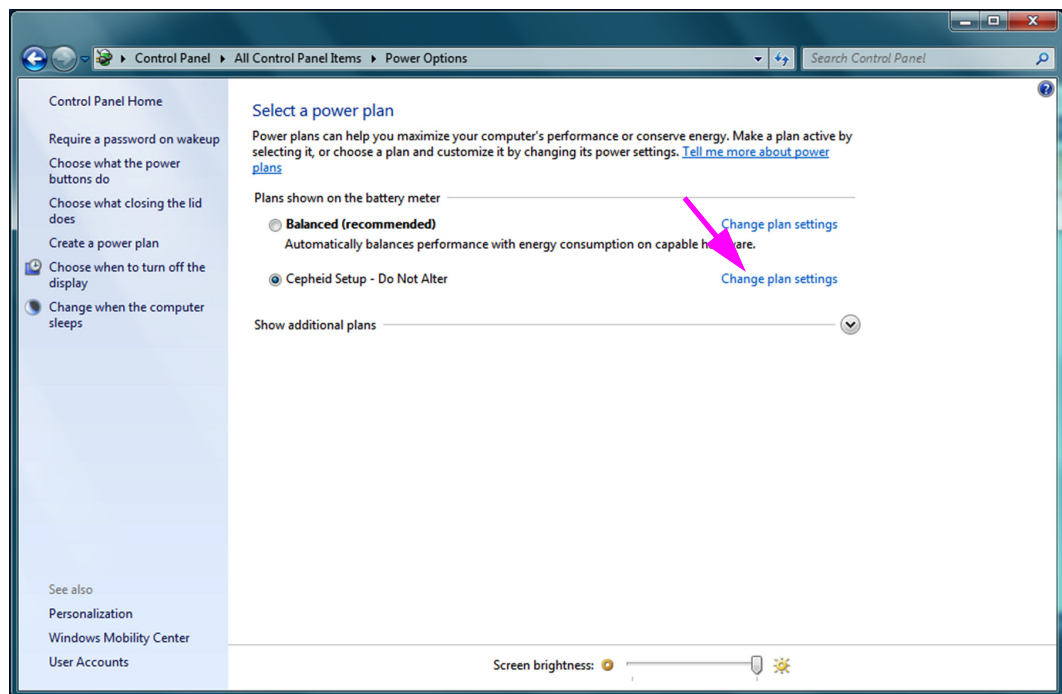
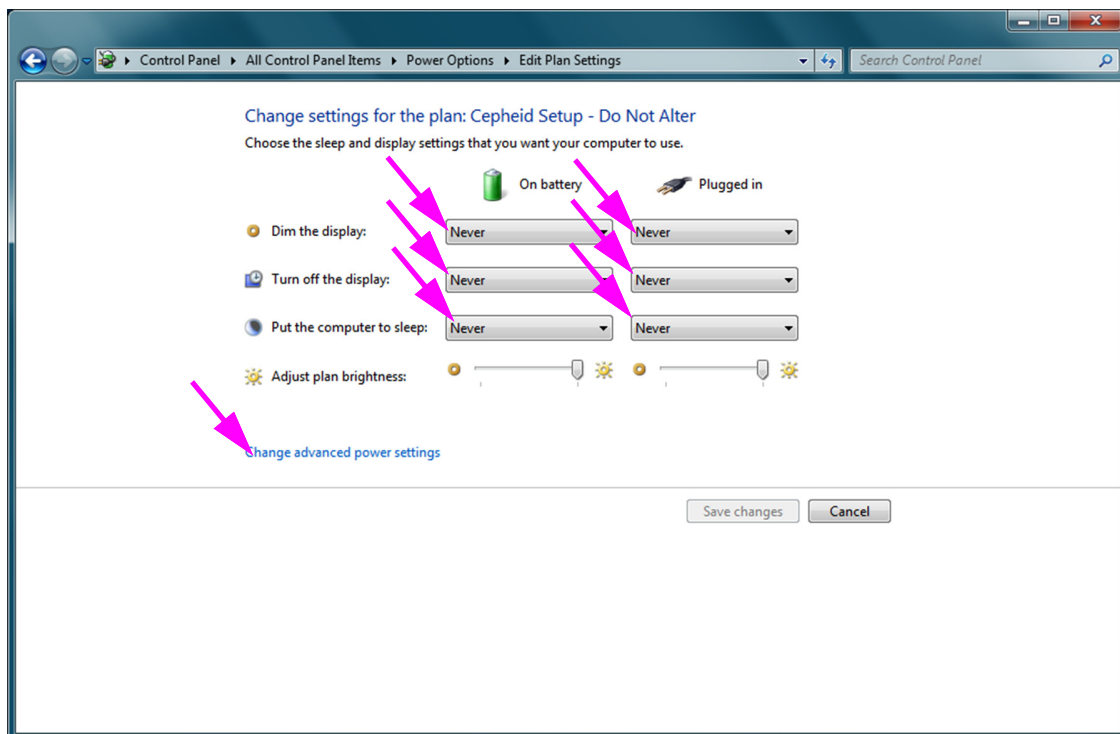
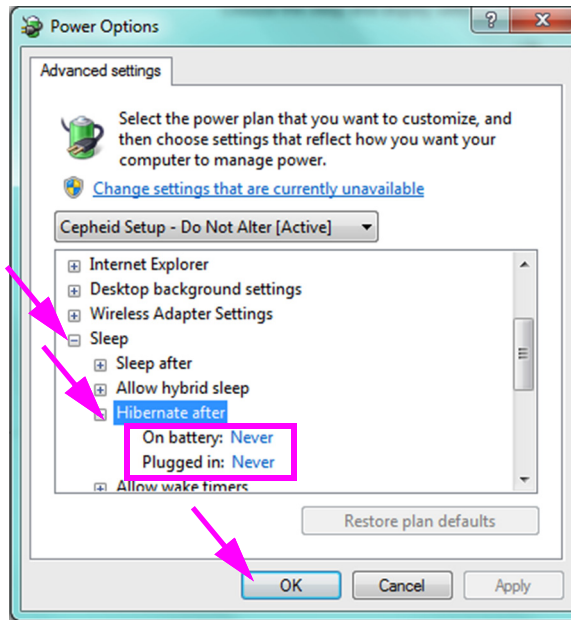
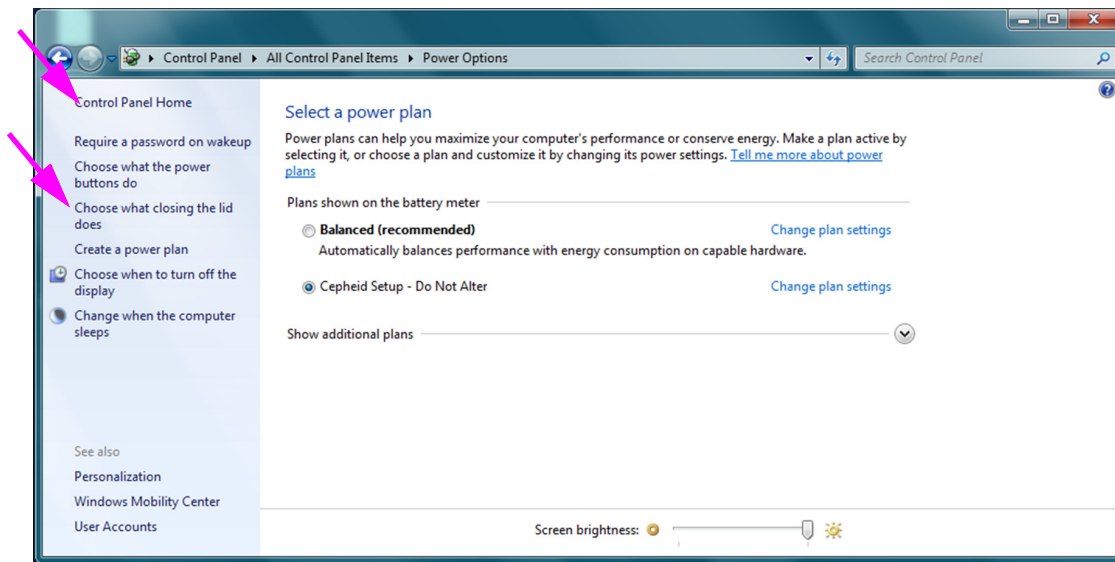

Figura 2-19. Finestra Power Options (Opzioni risparmio energia)
Figura 2-20. Finestra Edit Plan Settings (Modifica combinazioni per il risparmio energia)
Figura 2-21. Finestra Power Options—Advanced settings (Opzioni risparmio energia—Impostazioni avanzate)
Figura 2-22. Finestra Power Options (Opzioni risparmio energia)
3. Nella sezione **Cepheid Setup—Do Not Alter (Configurazione Cepheid—Non alterare)**, fare clic su **Change plan settings (Modifica impostazioni combinazione)**. Vedere la Figura 2-19. Viene visualizzata la finestra Edit Plan Settings (Modifica combinazioni per il risparmio energia). Vedere la Figura 2-20.
4. Verificare che le funzionalità **Dim the Display (Attenuazione schermo)**, **Turn off the display (Disattivazione schermo)** e **Put the computer to sleep (Sospensione computer)** siano impostate su **Never (Mai)** per entrambe le opzioni **On battery (Batteria)** e **Plugged in (Rete elettrica)**. Vedere la Figura 2-20.
5. Fare clic su **Change advanced power settings (Cambia impostazioni avanzate risparmio energia)** (vedere la Figura 2-20). Viene visualizzata la finestra Power Options—Advanced settings (Opzioni risparmio energia—Impostazioni avanzate). Vedere la Figura 2-21.
6. Nella finestra Power Options—Advanced settings (Opzioni risparmio energia—Impostazioni avanzate), fare doppio clic su **Sleep (Sospensione)** per espandere la visualizzazione e quindi fare doppio clic su **Hibernate after (Metti in stato di ibernazione dopo)**. Vedere la Figura 2-21.
- A. **Computer desktop:** verificare che il valore **Setting (Impostazione)** sia impostato su zero (0) o **Never (Mai)**. In caso contrario, modificare il valore di **Setting (Impostazione)** su zero (0) o **Never (Mai)**.
- B. **Solo per i computer portatili:** verificare che i valori **On battery (Batteria)** e **Plugged in (Rete elettrica)** siano impostati su **Never (Mai)**. In caso contrario, fare clic su **On battery (Batteria)** e/o **Plugged in (Rete elettrica)**, quindi usare i tasti freccia su/giù per impostare tali valori su zero (0) sull'opzione selezionabile.
8. Fare clic su **Cancel (Annulla)** per chiudere la finestra Edit Plan Settings (Modifica combinazioni per il risparmio energia). Viene visualizzata la finestra Power Options (Opzioni risparmio energia) (vedere la Figura 2-22).
10. **Solo per i computer portatili:** Fare clic su **Cancel (Annulla)** per chiudere la finestra Edit Plan Settings (Modifica combinazioni per il risparmio energia). Viene visualizzata la finestra Power Options (Opzioni risparmio energia) (vedere la Figura 2-19).